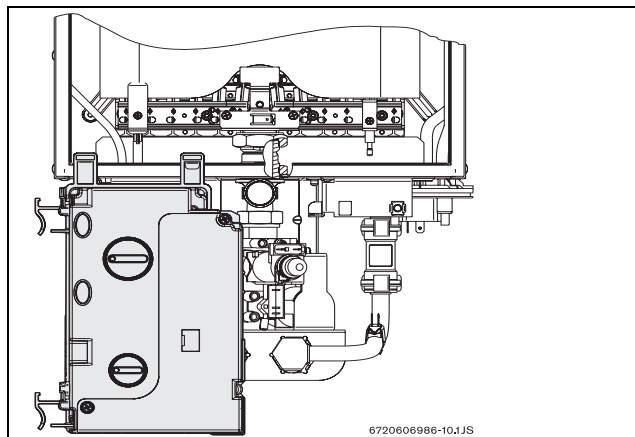

Fig. 15 Caixa de comando - posição de ajuste de gás
- ▶ Uma vez a caixa de comando retirada, posicioná-la de acordo com a Fig. 15.